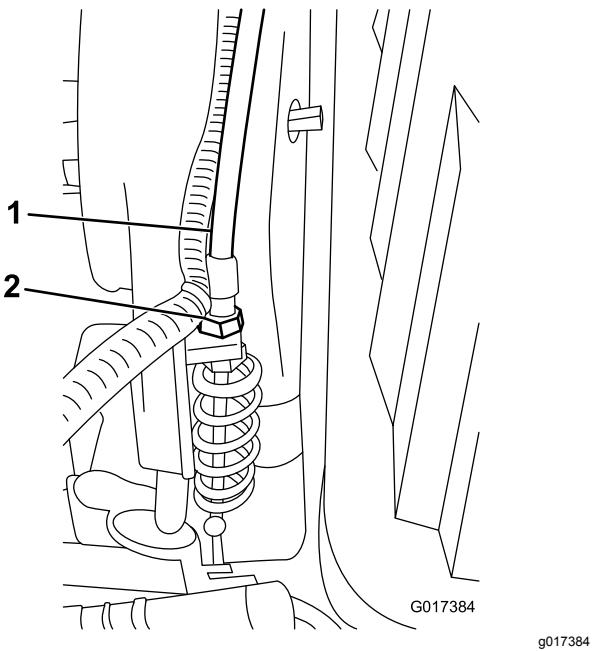

Figura 51
3. En la división de la transmisión, ajuste el cable de control del molinete (Figura 51) hasta que el muelle tenga una longitud de entre 70,6 y 72,4 mm.